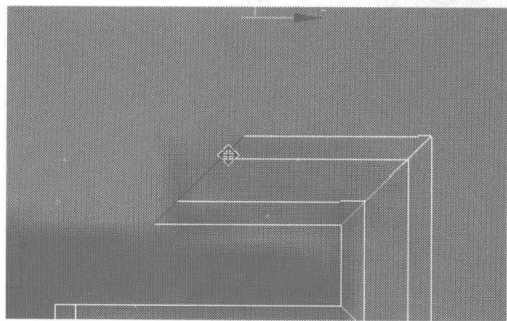
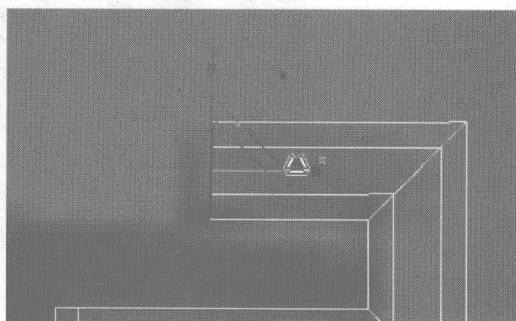

图 6.261
图 6.262
- 19** 同样再对该面进行一次挤压、调整，如图 6.261 所示，再用缩放工具将该面进行平行缩放，如图 6.262